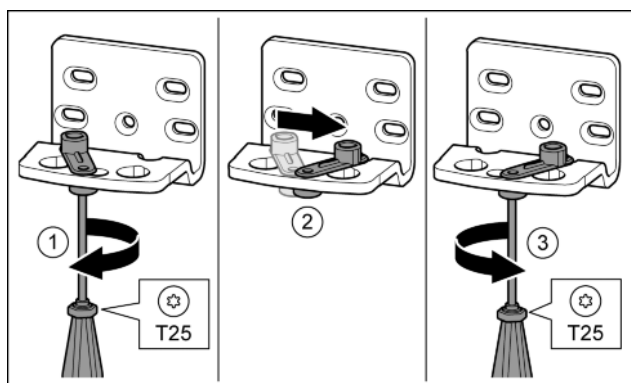

Fig. 17
- ▶ Šroubovákem T25 volně přišroubujte šroub. *Fig. 17 (1)*
- ▶ Zvedněte pomůcku zavírání dveří a v otvoru ji otočte o 90° doprava. *Fig. 17 (2)*
- ▶ Šroubovákem T25 šroub pevně utáhněte. *Fig. 17 (3)*